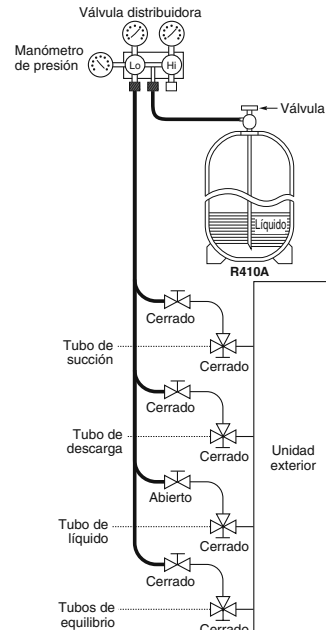

Fig. 6-5
- Cargue el refrigerante adicional (calculado a partir de la longitud del tubo de líquido como se muestra en la Sección 1-8 "Cantidad de carga de refrigerante adicional") utilizando la válvula de servicio del tubo de líquido. (Fig. 6-5)